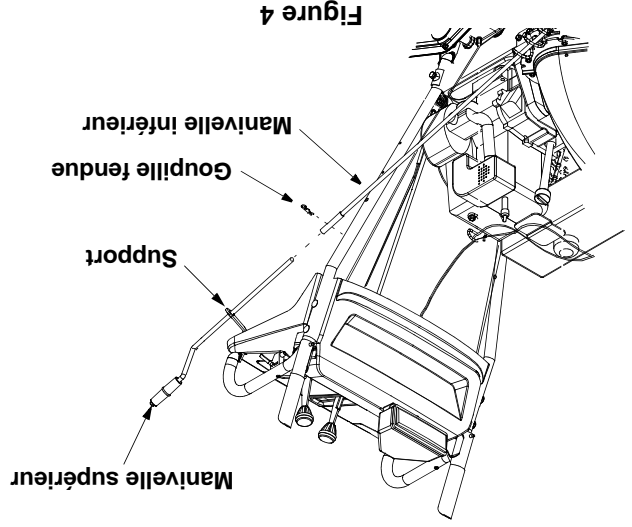

Figure 4
- Alignez les trous sur les manivelles et maintenez en place avec la goupille fendue enlevé précédemment. Voir la Figure 4.